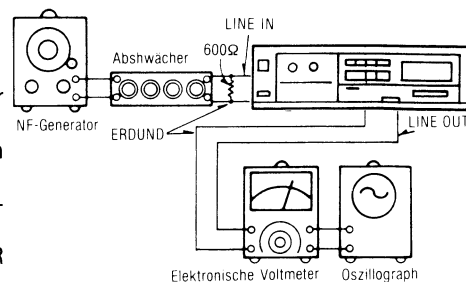

Fig. 15
1. Den Meßaufbau zeigt Fig. 15.
1. Der Anschluß des Prüfgerätes wird in Fig. 15 gezeigt.